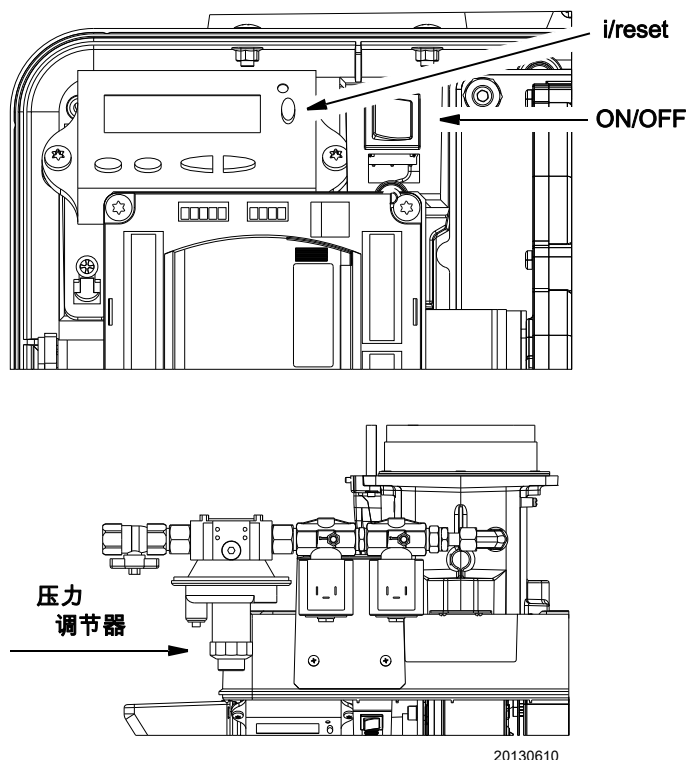

图 160
- 转动“ON/OFF”（图 160）选择钮至“OFF”位置，使燃烧器待机（OFF）。
- 燃烧器可以继续进入点火阶段。如果安全时间结束时还未出现火焰，燃烧器会自动重启（最多进行 3 次重启）。如果阶段顺序在显示屏上不断闪烁，则提示设备仍处于启动过程中（手动运行）。如果未能点火，可能是因为燃气未在 3 秒的安全时间内达到点火枪。通过压力调节器（图 160）增大燃气压力。但如果安全时间结束时，燃烧器启动，但之后停机，则燃烧器锁定，显示屏出现 **Loc:7** 并闪烁（运行中火焰消失）。
将“ON/OFF”选择旋钮置于“OFF”位置（第 49 页图 160）。